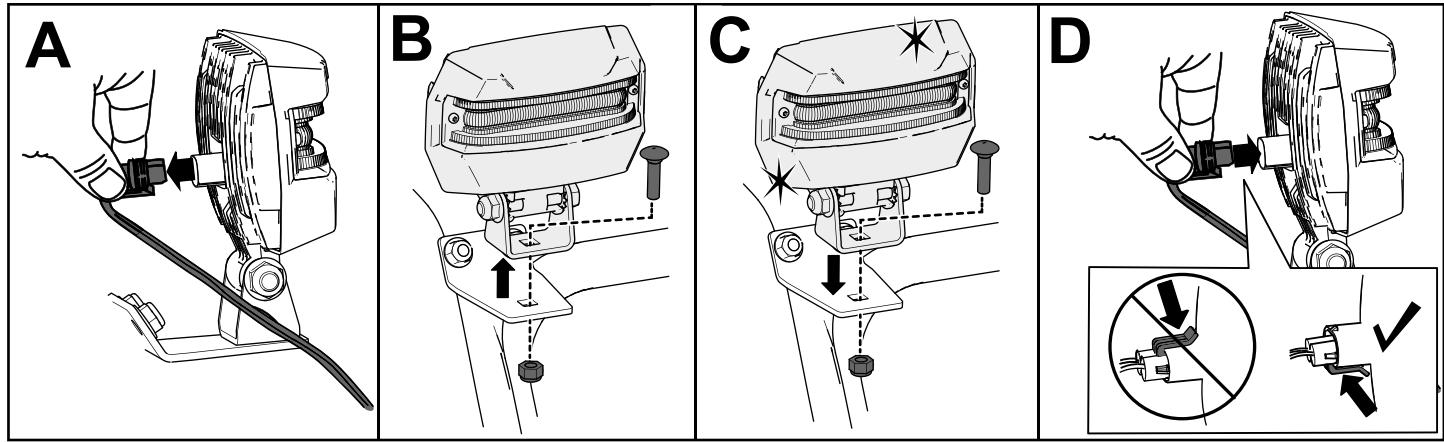

Figure 42
1. Débranchez le câble à l'arrière du phare (encadré A de la Figure 42).
2. Retirez le boulon et l'écrou qui fixent le phare sur son support, puis déposez le phare (encadré B de la Figure 42).
3. Fixez le nouveau phare sur le support au moyen de l'écrou et du boulon retirés précédemment (encadré C de la Figure 42).
4. Branchez le câble du phare directement à l'arrière du phare en l'enfonçant bien en place (encadré D de la Figure 42).